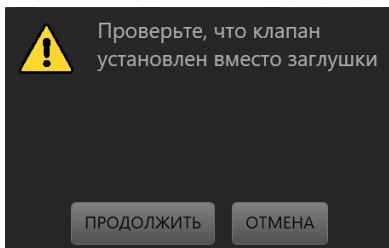

Рис. 14. Меню функции сервиса
7.8.3.3.1 Прокачка нижнего (силового) блока. Предварительно требуется открутить заглушку сбоку силового блока, установить на ее место специальный клапан после чего нажать кнопку ПН (рис. 14). Появится сообщение «Проверьте,
После нажатия кнопки **ПВ** (рис. 14) появляется сообщение: «*Проверьте, что заглушка установлена на место. Установите ёмкость для сброса жидкости под выходной порт*». Следует выполнить данные инструкции, после чего нажать кнопку **Продолжить**. По кнопке **Отмена** осуществляется отмена алгоритма прокачки и выход в меню.
Проверка выполняется для определения необходимости выполнения прокачки калибратора. Для выполнения проверки заглушка должна быть установлена на свое место сбоку силового блока. Для начала проверки нажать кнопку **Проверка** в строке **Прокачка** меню **Сервис** → **Функции** (рис. 14). Начнется алгоритм проверки, по окончании которого появится сообщение: «Система заполнена. Степень прокачки 80%. Прокачка не требуется.». Нажмите **Выход** для возврата в меню. Чем больше степень прокачки (СП), тем быстрее калибратор создает давление, допустимые значения СП 50-100%.